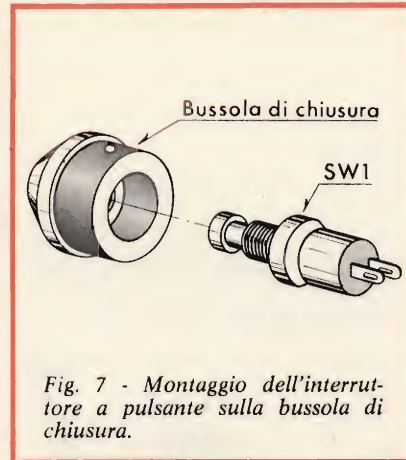

Fig. 7 - Montaggio dell'interruttore a pulsante sulla bussola di chiusura.
4) Montare alla bussola di chiusura, l'interruttore a pulsante SW1 - fig. 7 -.